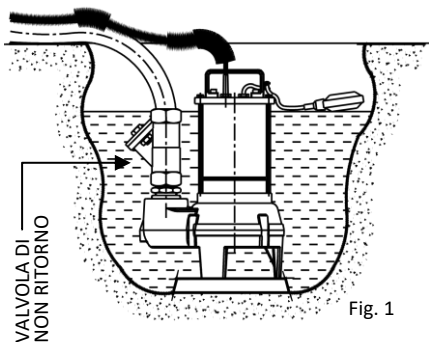

Fig. 1
- Se il fondo del pozzo o comunque la superficie su cui appoggia la pompa è irregolare e c'è la possibilità che si accumulino sassolini, detriti, fanghiglia, ecc. Intervenire creando una base di appoggio regolare e rialzata (Fig 1).
- Per evitare il riflusso del liquido dal collettore di scarico installare dopo la mandata della pompa una valvola di non ritorno (Fig. 1).